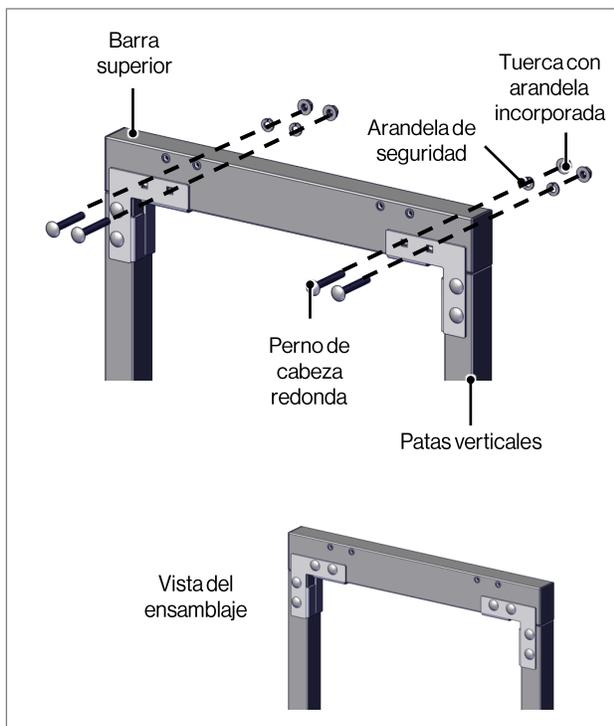

Fig. 7
- Sujete la barra superior (artículo #1) o la barra superior de longitud extendida (elemento # 12) a las patas verticales con cuatro (4) pernos de cabeza redonda, cuatro (4) tuercas con arandela incorporada y cuatro (4) arandelas de seguridad (Fig. 7).